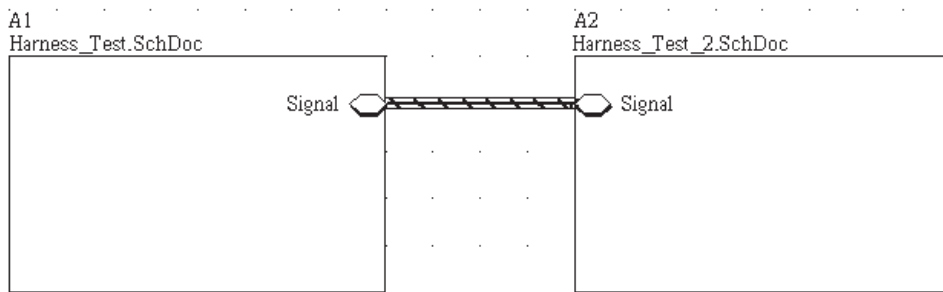

Рис. 4.32. Структура схемного документа верхнего уровня иерархии
3. Командой меню **Design | Create Sheet Symbol from Sheet** образовать иерархические схемные элементы для всех схемных листов проекта и разместить их на листе нового схемного документа (рис. 4.32). При формировании иерархических элементов метки **Port** автоматически конвертируются в метки **Sheet Entry**.